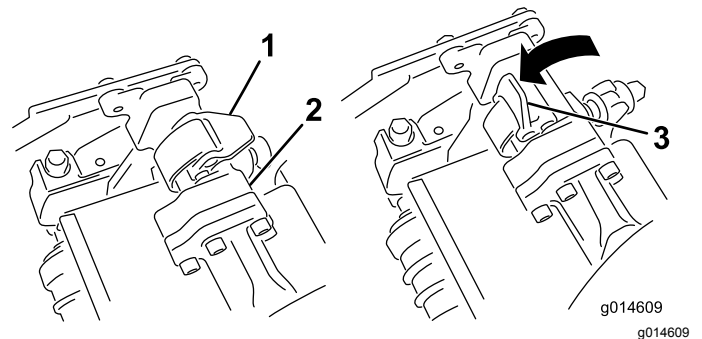

Bild 32
3. Die Riegel an der Aufhängearmstange müssen nach oben zeigen (d. h. offen) (Bild 32); drücken Sie den Aufhängearm dann so nach unten, dass die Stange über die Stange an der Oberseite der Schneideinheit passt (Bild 33).
4. Drücken Sie die Riegel nach unten um die Schneideinheitstange herum und arretieren sie (Bild 32).
4. Öffnen Sie die Riegel an der Aufhängearmstange der Schneideinheit, die Sie entfernen möchten (**Bild 32**).